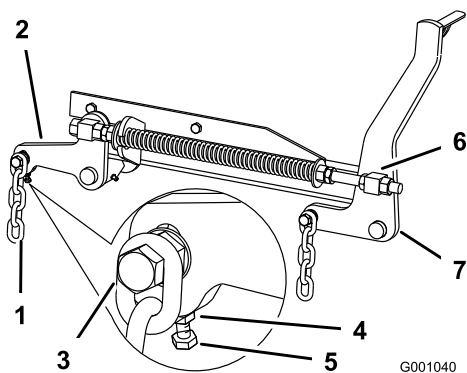

Figura 68
7. Se le misure al punto **B** o **C** non sono esatte, allentate il bullone che monta la catena posteriore al braccio di supporto posteriore (Figura 68).
8. Allentate il controdado sottostante il braccio di supporto posteriore, e regolate il bullone di regolazione fino ad ottenere una misura tra 79 e 83 mm (Figura 68).
7. Allentate di 13 mm circa i controdadi delle parti girevoli anteriori destra e sinistra (Figura 68).
8. Regolate i dadi di sollevamento sui lati destro e sinistro della macchina finché la parte anteriore della macchina non risulta più bassa di 6 - 10 mm al punto **A** rispetto al punto **B** della parte posteriore (Figura 68).